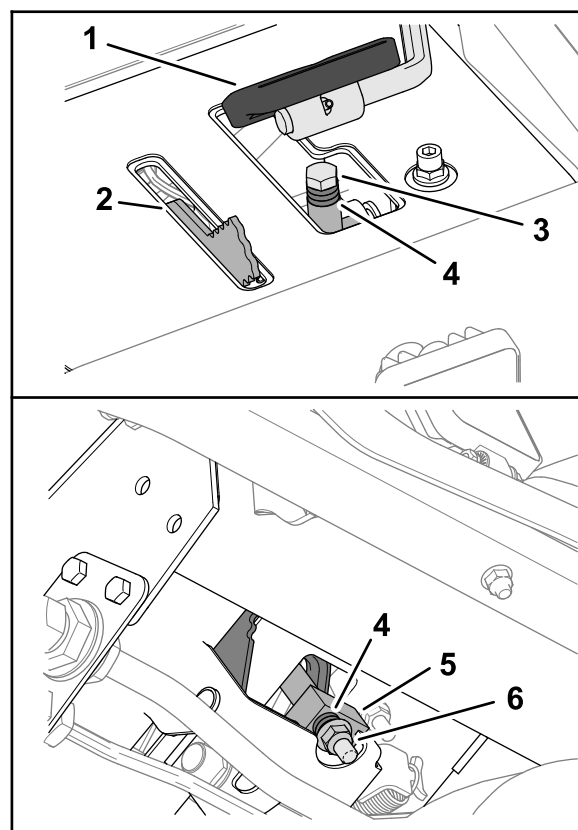

Рисунок 137
3. Под педаль тяги отверните упорный болт и фланцевую контргайку, которые крепят проставки к упорному блоку скорости скашивания (Рисунок 137).